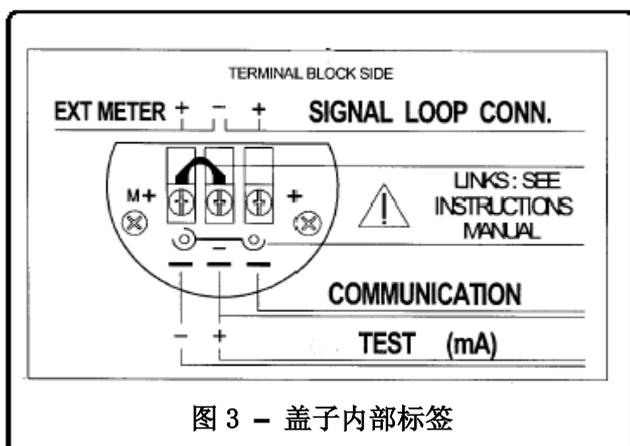

图 3 - 盖子内部标签
- 2) 除下接线盒一侧的盖子，盖子的内侧贴有图3所示的标签。